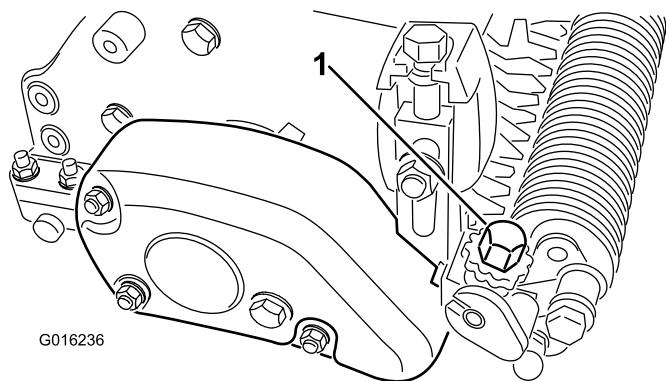

Figura 22
4. Da un'estremità dell'albero grooming, misurate la distanza tra la punta inferiore della lama grooming e la superficie di lavoro. Girate la manopola di regolazione dell'altezza (Figura 22) per sollevare o abbassare la punta della lama all'altezza di grooming desiderata. Ogni tacca sulla manopola di regolazione equivale a circa 0,08 mm di profondità del groomer.